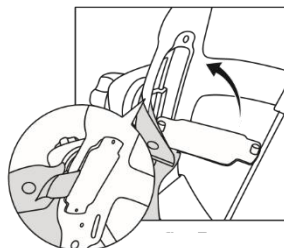

Fig. 5c
Étape 3 : Fermez correctement les boutons-pression du serre-tête. (Voir fig. 5c).